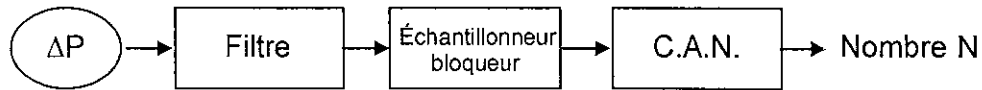

Figure 5
- Q8. Comment appelle-t-on le filtre placé avant l'échantillonneur bloqueur de la **figure 5** ?